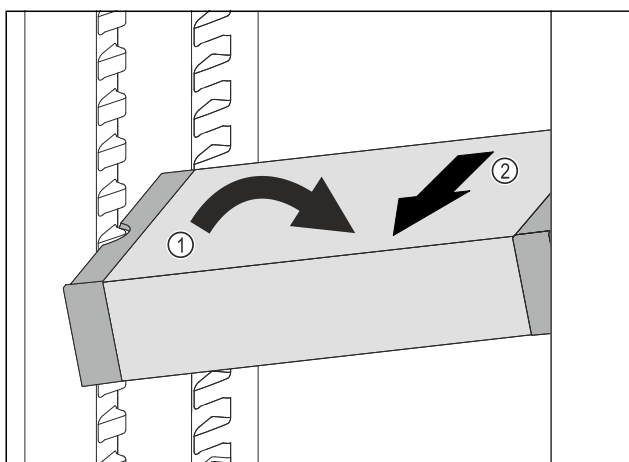

Fig. 98
- VarioSafe ustawić w chłodziarce pod skosem. Fig. 98 (1)
- VarioSafe wyjąć do przodu. Fig. 98 (2)